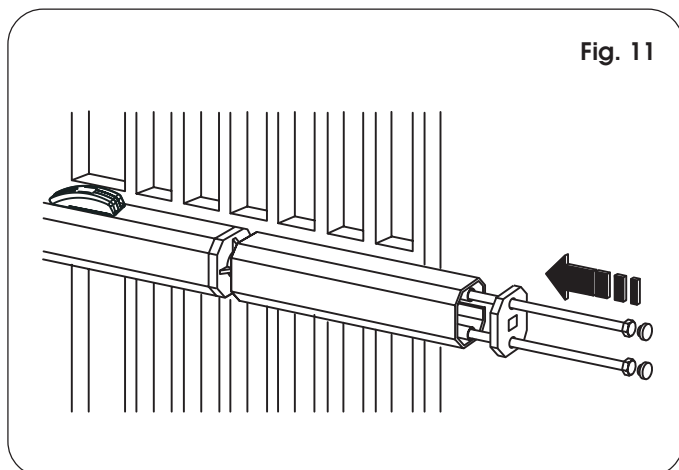
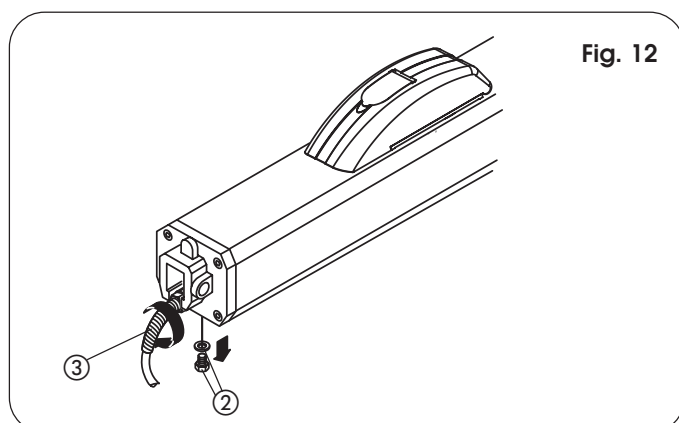

Fig. 11
Fig. 12
- 12) Disposer le carter de protection et l'appliquer sur l'opérateur d'après la Fig. 11. Monter le protège-câble électrique (réf. ③, Fig. 12).
- Retirer la vis de purge (Fig. 12, réf. ②).